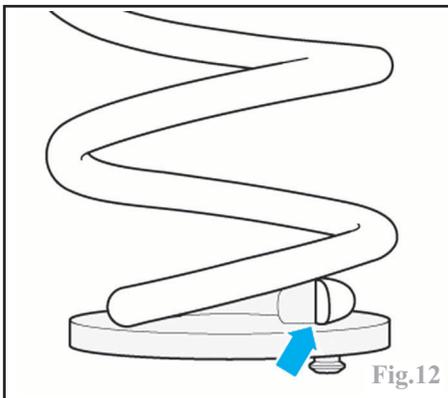

Fig.12
-positionner la coupelle inférieure sous le ressort, en butée contre l'extrémité de sa spire inférieure (Fig.12).